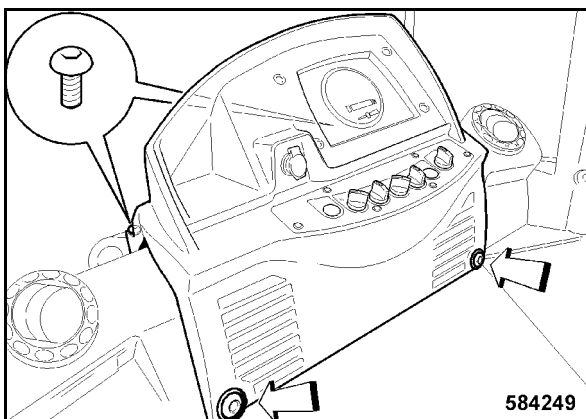

Bild 187
- Pane kojelauta paikoilleen ja kiinnitä se neljällä kiinnitysruuvilla (Bild 187).